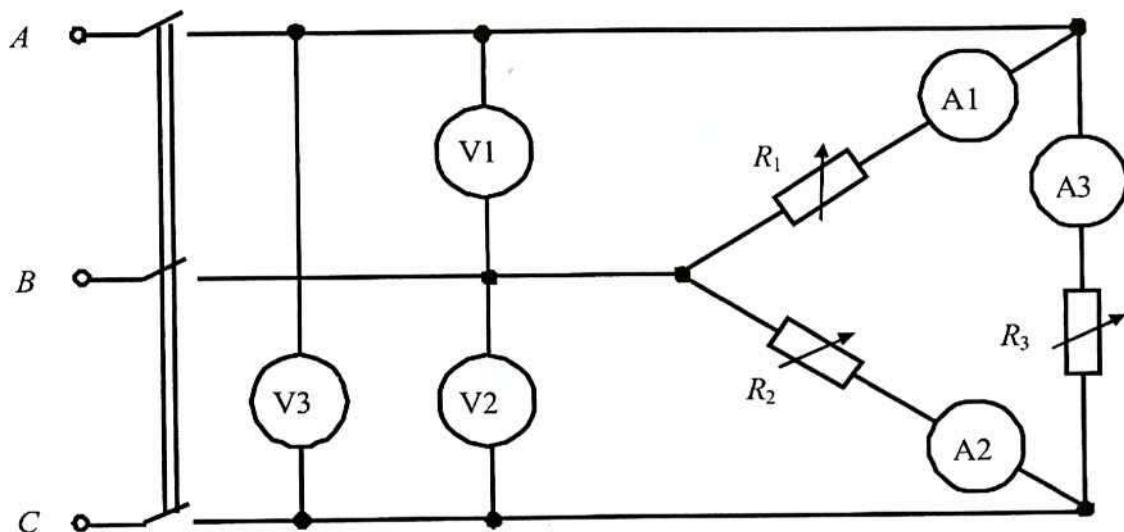

Рис. 5. Схема соединения приборов
1. Собрать цепь согласно рис. 5.